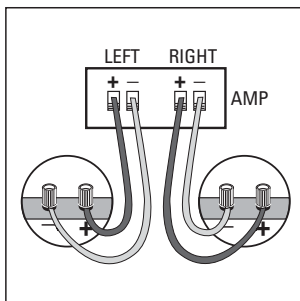

Figure 12—Connectez les fils de haut-parleur.
4. Une fois le trou découpé, tirez le fil précédemment installé hors du trou et connectez-le au haut-parleur. Suivez les instructions de raccordement fournies avec votre récepteur. Retirez 9,5 mm (3/8 po) de gaine isolante du bout de chacun des deux conducteurs pour exposer les brins métalliques et tordez les brins de chaque conducteur pour former deux torons non éraillés. Raccordez le fil provenant de la borne rouge (+) de votre amplificateur/récepteur à la borne rouge (+) du haut-parleur et le fil noir (–) provenant de la borne noire (–) de votre amplificateur/récepteur à la borne noire (–) du haut-parleur. La polarité de la plupart des fils à deux conducteurs est codée (couleur, nervure ou lettrage) pour faciliter son identification (figure 12).